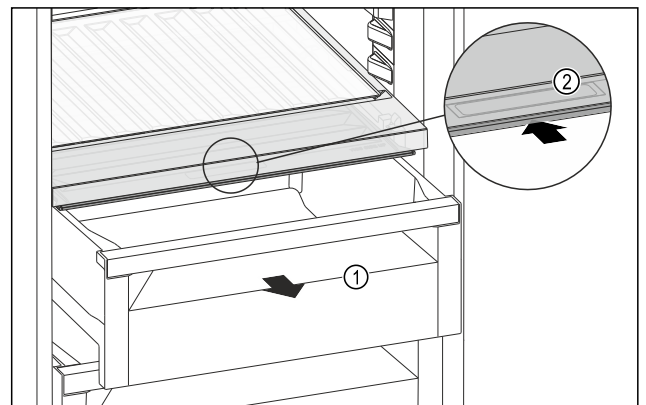

Fig. 184
- ▶ Витягніть висувний ящик Fig. 184 (1).
- ▶ Візьміться за потайну ручку Fig. 184 (2) на кришці відділення й одночасно посуňte кришку відділення назад.